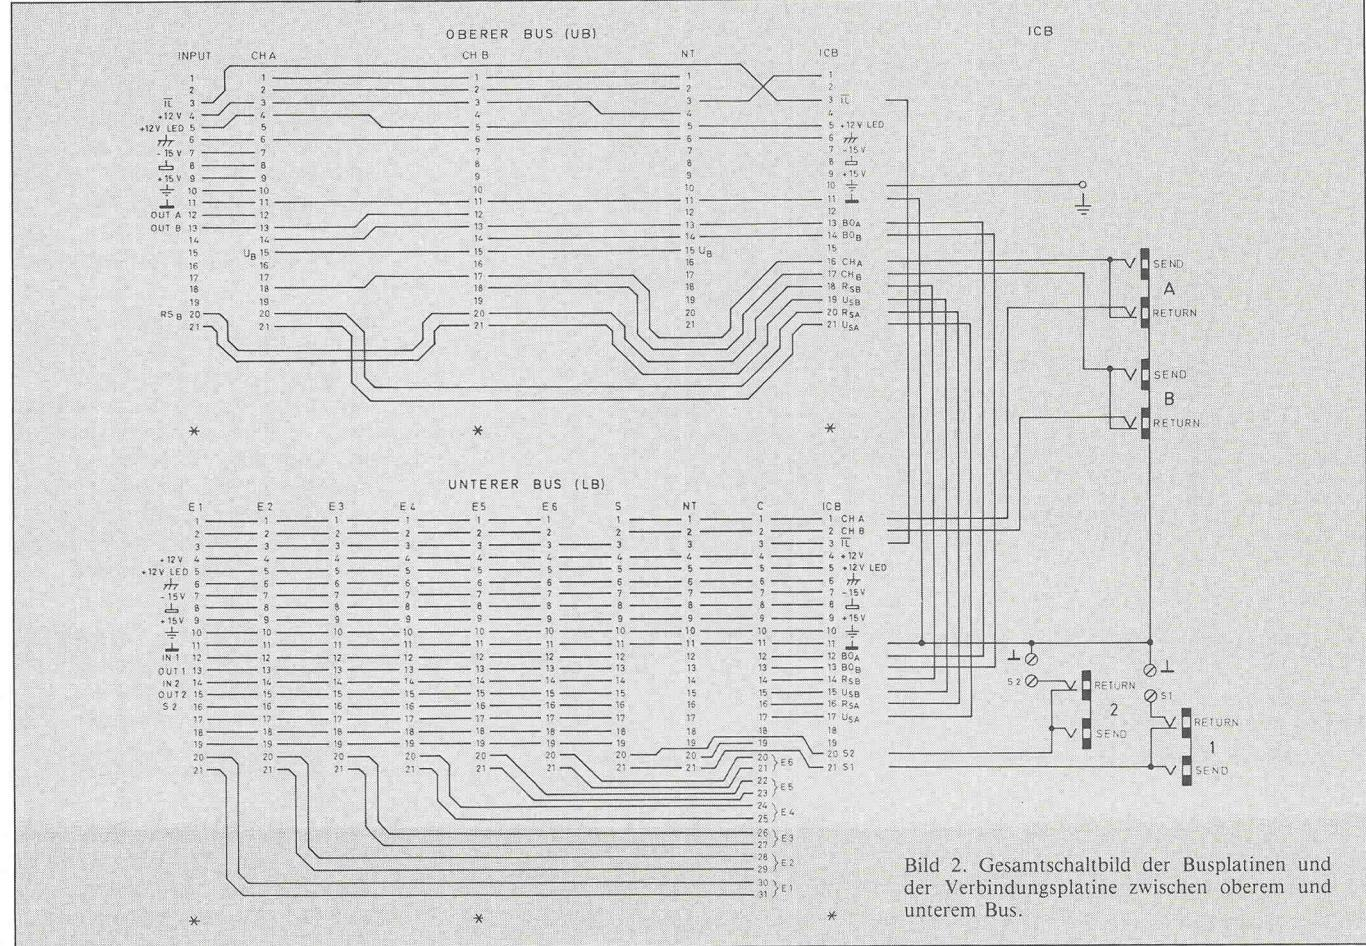

Bild 2. Gesamtschaltbild der Busplatinen und der Verbindungsplatine zwischen oberem und unterem Bus.
Bild 2 zeigt die beiden Busplatinen sowie das ICB. ICB heißt *Inter Connection Board*. Hier werden die Signalverbindungen zwischen oberem und unterem Bus hergestellt. Außerdem sind darin die Einschleifbuchsen für Preamp A und B sowie Summe 1 und 2 enthalten. Ebenfalls befinden sich hier die Übergabepunkte für die Signale vom Vorverstärkerteil zu den Endstufen.
Die im vorigen Abschnitt schon eingeführten vier Massezeichen sind in Bild 2 nochmals aufgeführt und werden konsequent durch alle Schaltpläne geführt.
Wie aus Bild 2 ersichtlich, werden die Betriebsspannungen und die Masseleitungen geradlinig durch den Systembus geführt. Eine Ausnahme macht die Leitung +12 LED beim oberen Bus (UB). Bei CH A liegt sie auf Pin 4, bei CH B auf Pin 5. Dies ist notwendig, um den jeweiligen Vorverstärkereinschub von den Schaltspannungen her richtig anzusteuern. Die Verschiebung der Pins bei +12 ist ohne Bedeutung. Die Eingangssignale kommen immer am Pin 12 der Vorverstärker an, die BOOST-Schaltspannungen immer am Pin 14. Die Leitungen 20 und 21 sind jeweils Rückmeldung und Schaltspannung für den jeweiligen Einschub. Dies ist bei oberem Bus (UB) und unterem Bus (LB) gleich.
Wenn die einzelnen Module beschrieben werden, empfiehlt es sich, die Busbeschaltung von Bild 2 daneben zu legen und mit der jeweiligen Beschreibung zu vergleichen. Dann werden die Zusammenhänge am schnellsten klar.